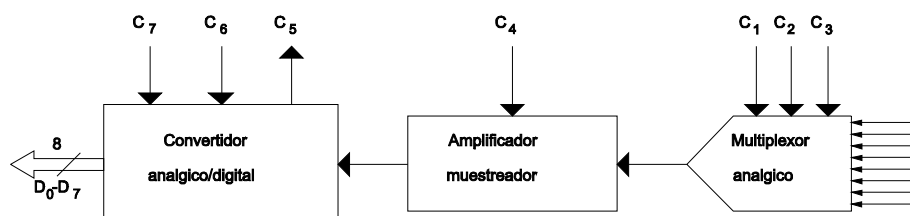

Figura 20. Sistema de adquisición del problema 16.
16. Sea el sistema de adquisición de datos analógicos de la Figura 20 compuesto por los siguientes módulos: